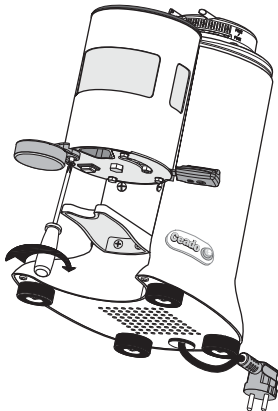

Fig. 11
- 3** Avvitare e stringere bene la vite di fissaggio (Fig. 11).